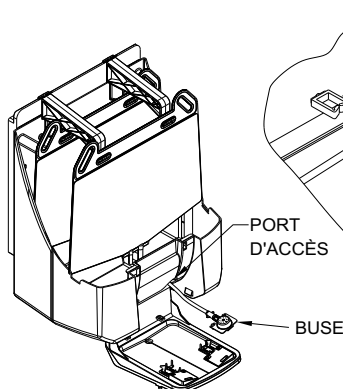

Figure 11
A. Sans le couvercle et avec le plateau en position ouverte, passez la première buse (partie de la cartouche de liquide) via le port d'accès sur le boîtier. (Réf. Figure 11)